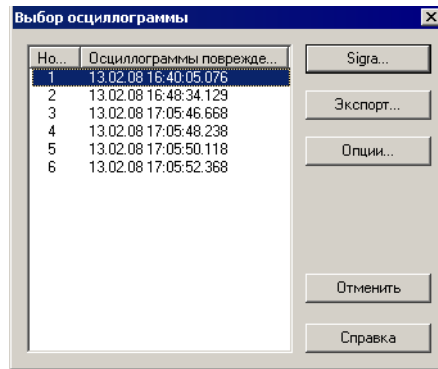

рис. 6-13 Окно Выбор повреждения в DIGSI
- Дважды щелкните по объекту **Осциллограммы**. Откроется окно Выбор осциллограммы (рис. 6-13, стр. 241).